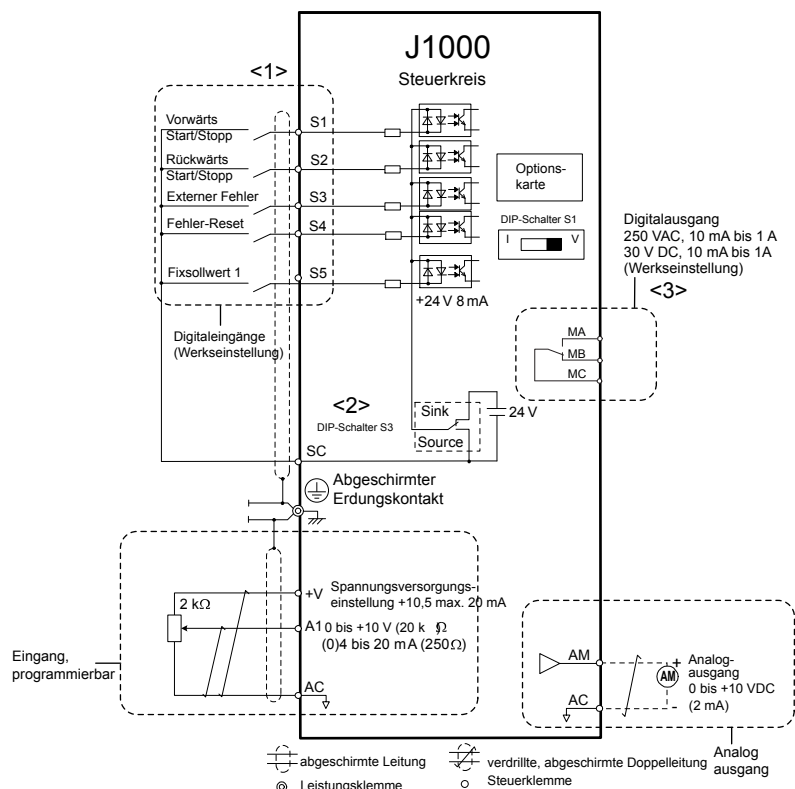

Abb. 3.10 Anschlussdiagramm für den Steuerkreis
Die Frequenzumrichter-Parameter bestimmen die Funktionszuordnung zu den digitalen Multifunktionseingängen (S1 bis S5), digitalen Multifunktionsausgängen (MA, MB, MC) und analogen Multifunktionsausgängen (AM). Die Angabe der Werkseinstellung erfolgt direkt neben den einzelnen Klemmen in Abb. 3.10.